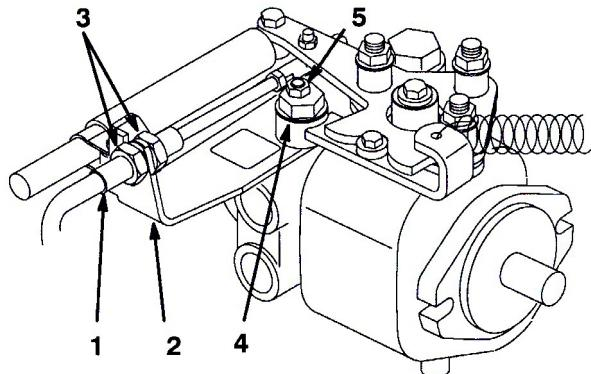

図 52
- A. 走行ケーブルを油圧トランスミッションのバルクヘッドに取り付けているジャムナット(図52)を両方ともゆるめる。ジャムナットは調整ができるよう十分に、また均等にゆるめること。
- B. 偏芯ナットをトランスミッション上部に止めているナット(図52)をゆるめる。
- D. どちらにも車輪が回らないように偏芯ナットを回して調整する。調整ができたら固定ナットを締める(図52)。スロットルSLOW およびFAST 位置で調整が正しいことを確認する。
- E. バulkヘッドのそれぞれの側から、ロックナットを均等にしめて、ケーブルを固定する(図52)。このときケーブルをねじらないように注意する。